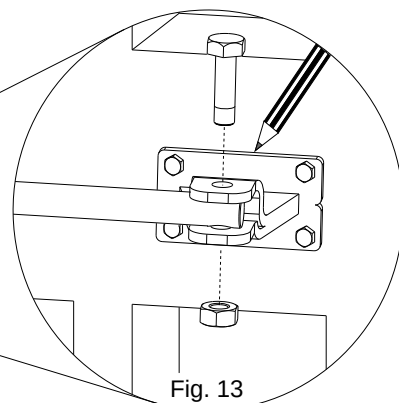

Fig. 13
- 3) Marcar la posición del soporte delantero (fig 13.).